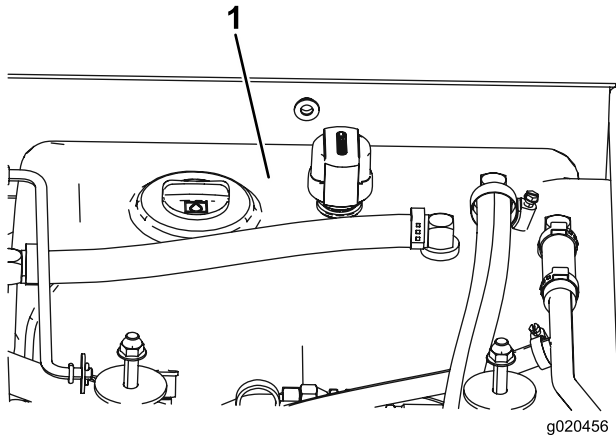

図 76
4. 油圧オイルタンク 図 76 に油圧オイルを入れる 油圧オイルを点検する \(ページ 57\) を参照。